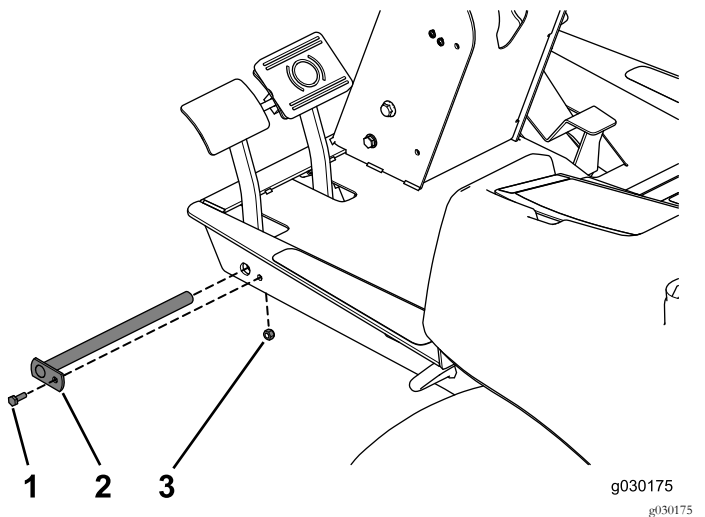

Figura 21
2. Fixe o pino utilizando o parafuso (1/4 pol. x 3/4 pol.) e a porca de bloqueio (Figura 21).